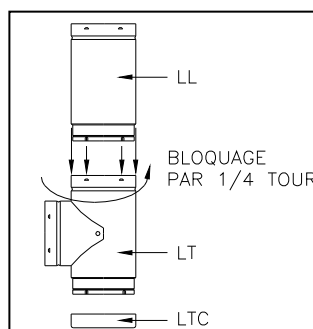

Fig. 2
- Pour débuter l'assemblage du conduit de tubage, fixer le té (LT) à la première longueur (LL). Pour ce faire, insérer le coupleur mâle de la longueur vers le bas dans le coupleur femelle du té. Bloquer par rotation d'un quart (1/4) de tour. (fig.2). Fixer le couvercle du té (TCS ou LTC) à la base du té (LT).
2. Fixer le té (LT) à la première longueur. Pour ce faire, insérer le coupleur mâle de la longueur vers le bas dans le coupleur femelle du té (fig. 2 page 5).